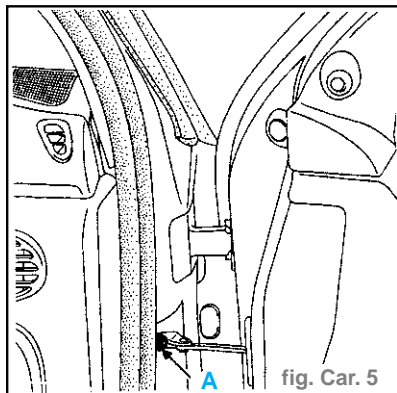

fig. Car. 5
- Déposer la vis du tirant de porte (A) (fig. Car. 5).